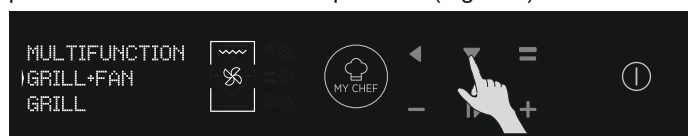

Figura 8
- Seleccione el modo de cocción deseado pulsando OK mientras la flecha en la pantalla muestra la función deseada. Pulse ABAJO para ver todas las funciones disponibles. (Figura 8)